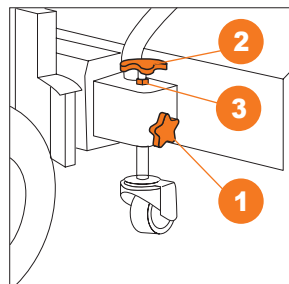

Рис. 13
- Ослабьте боковой барашковый винт ❶.
- Ослабьте контртящую гайку ❸.
- Поверните верхний регулировочный барашковый винт ❷ по часовой стрелке для перемещения вверх и против часовой стрелки для перемещения вниз.
- Выбрав необходимое положение, зафиксируйте положение контртящей гайкой ❹ и боковым барашковым винтом ❶ (Рис. 13).